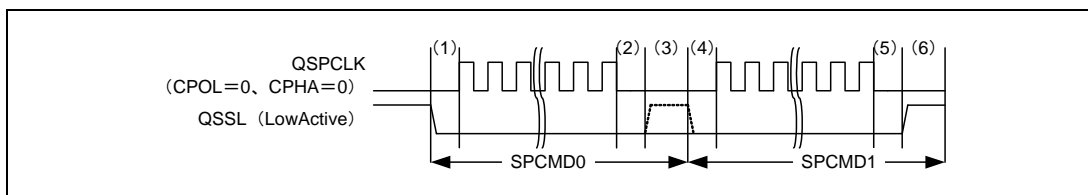

図 18.13 QSSL 信号レベル保持を利用したバースト転送の例 (Single-SPI モード)
もう一つの方法はシリアル転送終了後、次のシリアル転送まで QSSL をアサートし続けることでバースト転送を実行する方法です。コマンドレジスタ 0~3 (SPCMD0~3) の QSSL 信号レベル保持ビット (SSLKP) を 1 に設定すると、そのコマンドレジスタに対応する転送終了から次の転送までの間 QSSL 信号をアサートし続けます。QSSL 信号レベル保持機能を利用したバースト転送の例を図 18.13 に示します。図中 (1) ~ (6) の動作内容を以下に説明します。